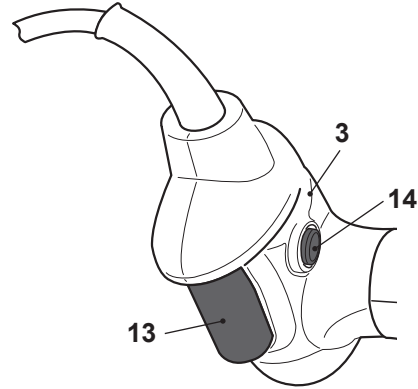

Fig. 15
- > Presione el botón de bloqueo (14) y manténgalo en esta posición.
- > Encienda el producto presionando el interruptor de Encendido/Apagado (13) (Fig. 15).
- > Apague el producto soltando el interruptor de Encendido/Apagado (13).